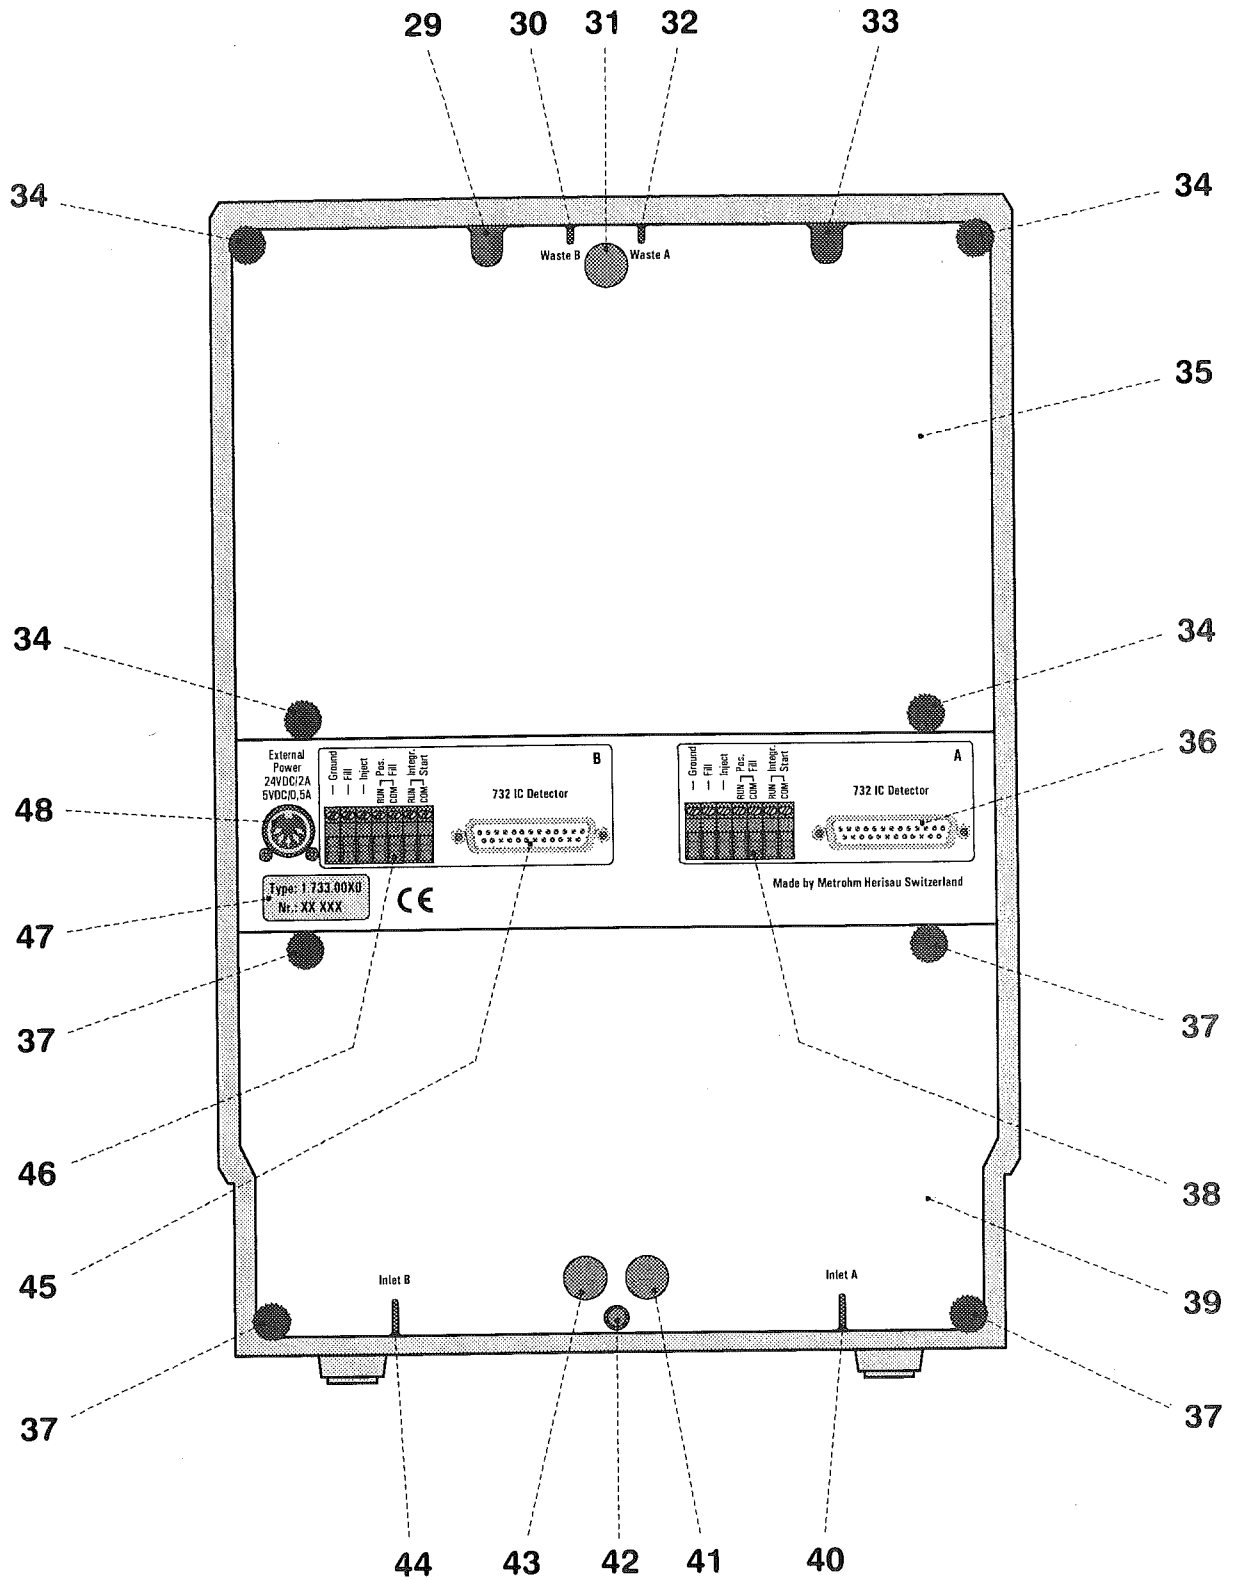

Fig. 5: Vista posterior del Centro de separación CI 733
- Desenroscar los cuatro tornillos moleteados **34** del panel superior trasero **35** del Centro de separación CI 733 y desmontar el panel posterior (véase Fig. 5).